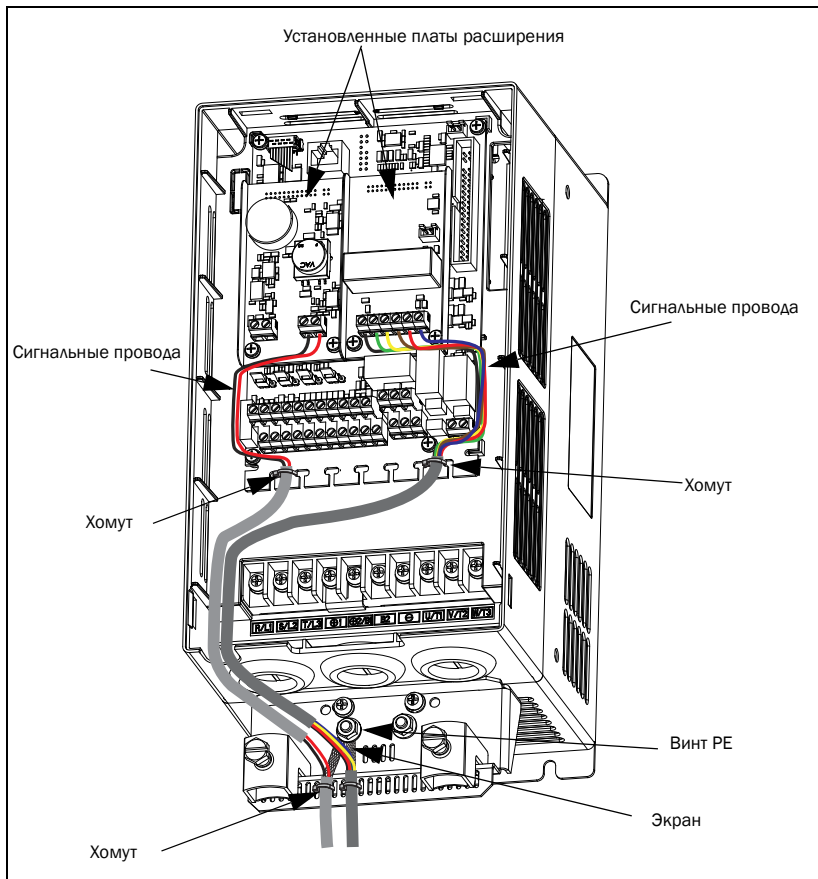

Рис.2 Общий принцип подключения экрана
Рекомендуется использовать экранированные кабели с витыми парами. Экран должен быть подключен к винту защитного заземления (PE). К клеммам платы расширения должны подходить только сигнальные провода. Закрепите кабели хомутами в соответствии с Рис.2.